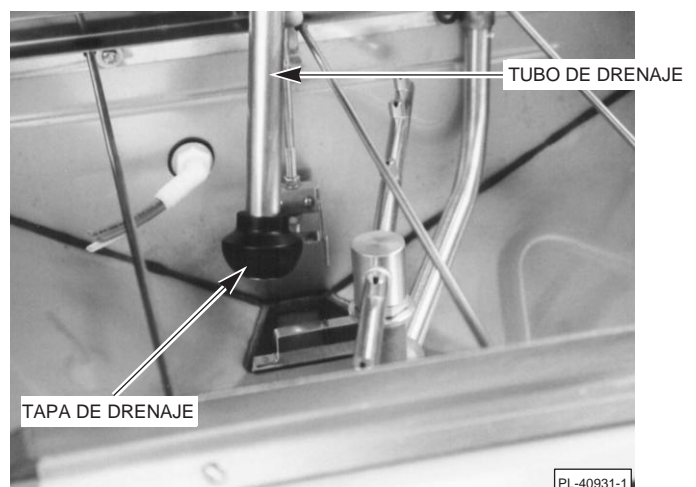

Fig. 17
Verifique para asegurarse de que el filtro de admisión de la bomba (Fig. 12), el filtro de la bandeja de drenaje (Fig. 13) y el tubo de drenaje (Fig. 17) estén en su lugar y que ambos filtros estén libres de residuos. El filtro de admisión de la bomba debe caer completamente a la parte inferior del sumidero. EL DRENAJE Y LOS FILTROS DEBEN ESTAR LIMPIOS Y LIBRES DE RESIDUOS EN TODO MOMENTO.
Para drenar la máquina, es posible mantener presionado el interruptor de **DRENAJE/LLENADO** en **DRENAJE** hasta que la máquina esté completamente drenada o abrir las puertas y extraer el tubo de drenaje (la tapa de drenaje está adjunta a la parte inferior del tubo de drenaje) (Fig. 17). Cuando la máquina esté completamente drenada, vuelva a colocar el tubo de drenaje/la tapa de drenaje, cierre las puertas y mantenga presionado el interruptor de **DRENAJE/LLENADO** en **LLENADO** durante aproximadamente diez segundos.
3. Extraiga el filtro de admisión de la bomba (Fig. 12), el tubo de drenaje/la tapa de drenaje (Fig. 17) y el filtro de la bandeja de drenaje (Fig. 13) y refriéguelos en un lavabo.